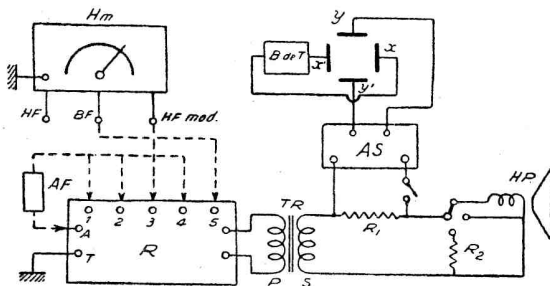

FIG. 9.
c) de bande passante. La figure 9 montre la disposition d'une installation cathodique pour mesures de radio.